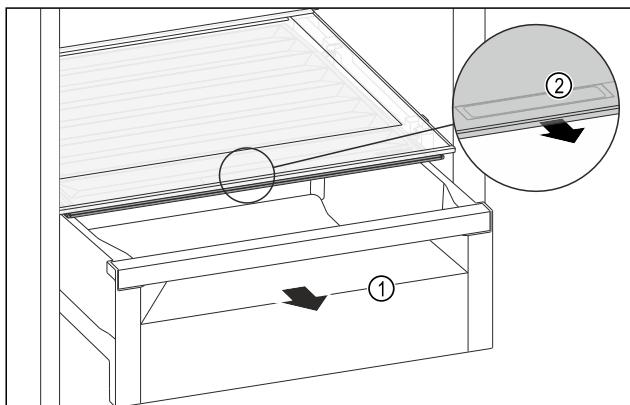

Fig. 110
- Извлеките выдвижной ящик Fig. 110 (1).
- Возьмитесь за утопленную ручку Fig. 110 (2) на крышке отделения и одновременно потяните крышку отделения вперед.